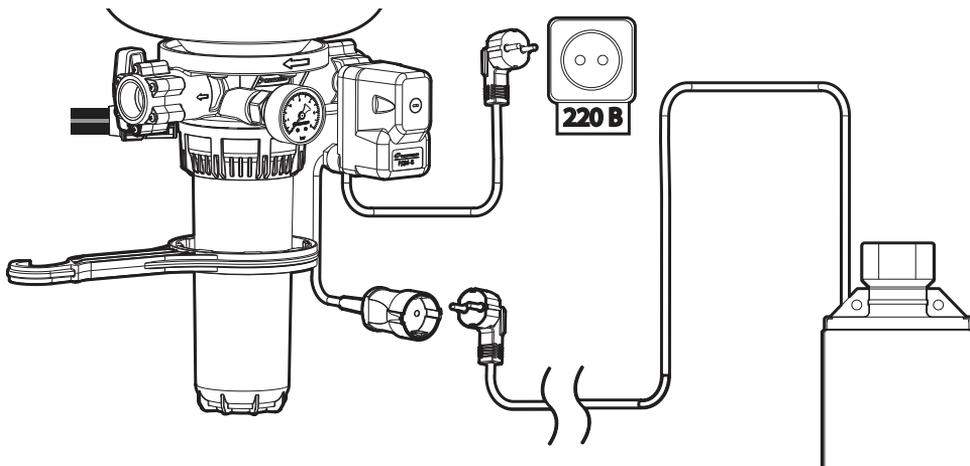

Рисунок 3
8. После монтажа насоса и проверки качества соединения КРАБ-Т с насосом и с водопроводной сетью, подключите КРАБ-Т к источнику электропитания с напряжением 220 В (рисунок 3). КРАБ-Т готов к работе.